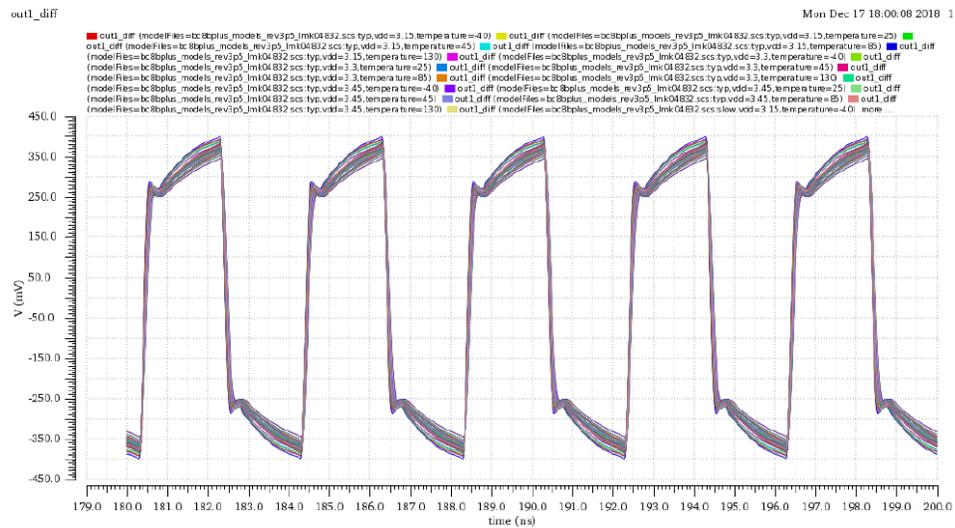

Figure 9. Rbias=750ohm, Tstartup delay<200ns
2. R=750ohm, 图 9 是仿真结果, 可以从图中看到在 179~200ns 之间, 输出趋于稳定。Tstartup delay<200ns